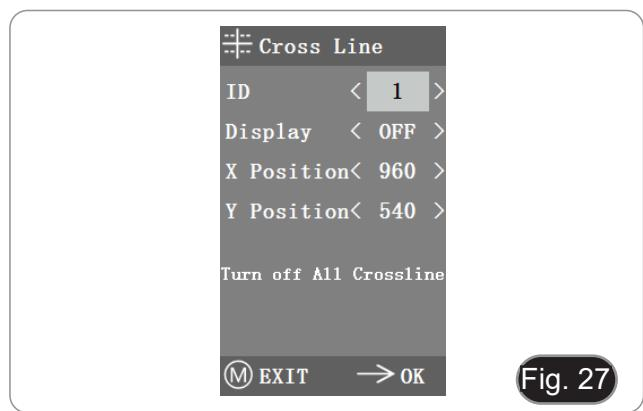

Fig. 27
- 1. Entrez dans le menu Ligne Transversale. (Fig. 27)